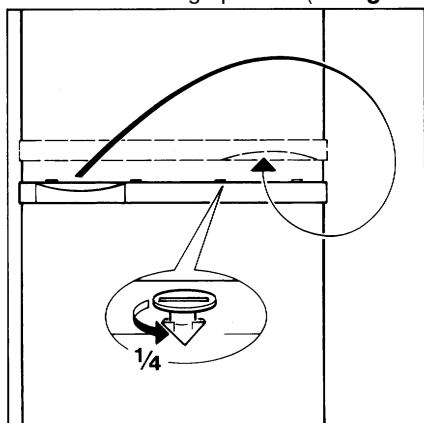

Fig. 6
- ☐ Verwijder de handgrepen van de deuren. Dat doet u door met een schroevendraaier de stiften $\frac{1}{4}$ naar links te draaien en ze vervolgens te verwijderen (**Fig. 6**).
- ☐ Draai de handgrepen om (zie **Fig. 6 en 7**) en monteer ze aan de andere kant.